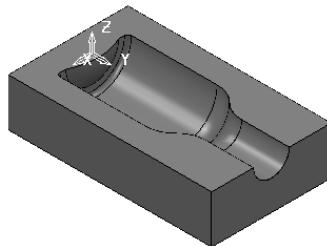

图 5-108 导入模型文件
2) 选择下拉菜单中的“文件”→“输入模型”命令，弹出“输入模型”对话框，选择“pingzi.dgk”（“随书光盘：\第5章\5.3\uncompleted\pingzi.dgk”）文件，单击“打开”按钮即可，如图 5-108 所示。